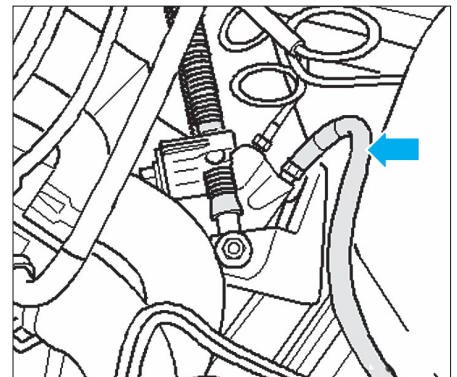

Fig. 39
- Brancher le flexible de purge (flèche) à l'aide d'une clé de purge de 11 mm sur le cylindre récepteur (Fig.39).